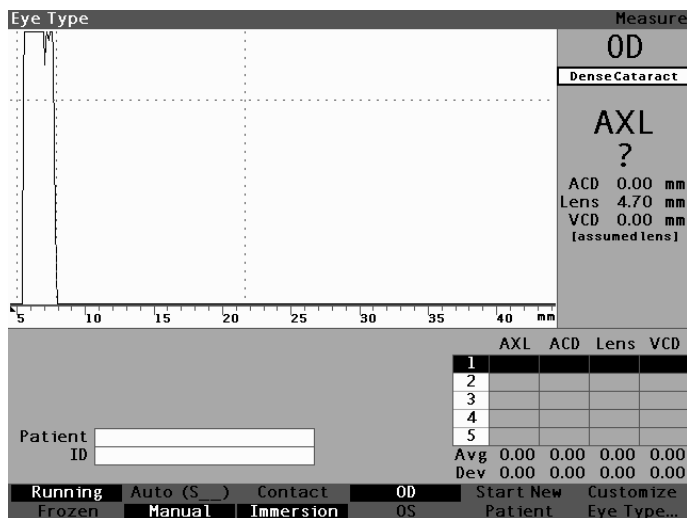

Figura 6-4 Tipo de olho modificado
3. Dentro do campo de tipo de olho, gire o botão para navegar pela lista de tipos de olho. Selecione o tipo de olho apropriado. Pressione o botão giratório ou o botão \checkmark para salvar o Tipo de olho novo conforme mostrado na Figura 6-4.